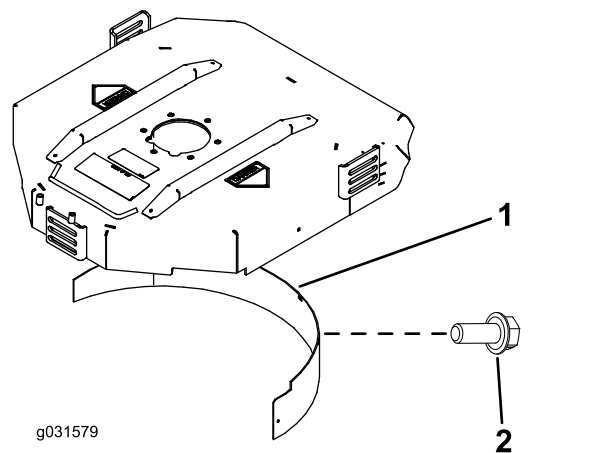

Figura 4
2. Instale el deflector de mulching en la abertura trasera y sujételo con 5 pernos con arandela prensada (Figura 4).